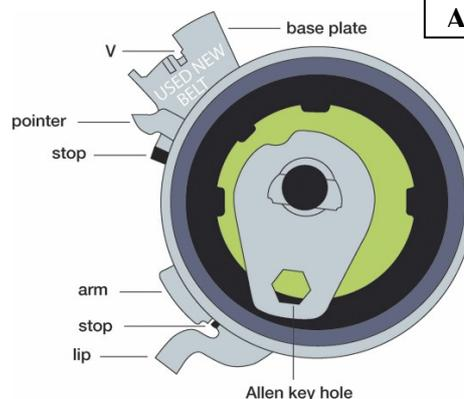

Abb.1
6. Neue Spannrolle montieren; dabei den Positionierungshaken in die Aussparung am Ölpumpengehäuse bringen. Spannrolle leicht anziehen. Der Innen- Sechskant am Einstell-Exzenter sollte sich nahe der 7-Uhr Position befinden (Abb.1).